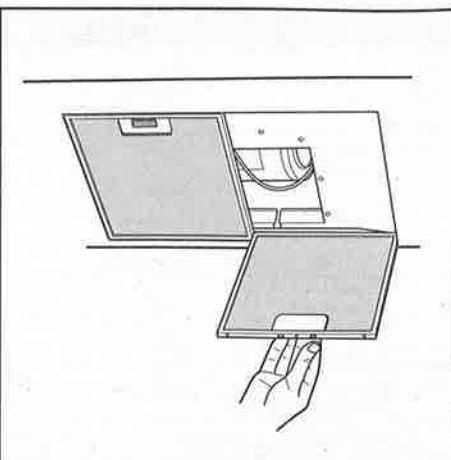

Fig.7
- La distanza minima fra la superficie di supporto dei recipienti di cottura sul dispositivo di cottura e la parte più bassa della cappa da cucina deve essere di almeno 65 cm. Se dovesse essere usato un tubo di connessione composto di due o più parti, la parte superiore deve essere all'esterno di quella inferiore. Non collegare lo scarico della cappa ad un condotto in cui circoli aria calda o utilizzato per evacuare fumi degli apparecchi alimentati da un'energia diversa da quella elettrica. Prima di procedere alle operazioni di montaggio, per una più facile manovrabilità dell'apparecchio disinserire i filtri/i antigrasso (Fig.7).
Per il montaggio del deviatore aria filtrante fare riferimento alle istruzioni contenute nel kit. Se il kit non è in dotazione, ordinarlo al Vs. rivenditore come accessorio. I filtri al carbone attivo devono essere applicati al gruppo aspirante posto all'interno della cappa (Fig.7).